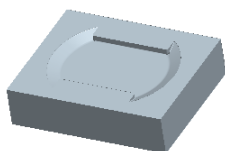
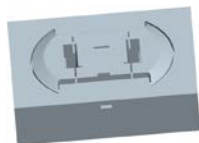

图 27.25 着色后的上半部分体积块
图 27.26 着色后的下半部分体积块
Step2. 选取 PIN_02_BODY 作为要分割的模具体积块;选取 **面组:F11 (PS)** 为分割曲面。
Step3. 在“体积块分割”操控板中单击 **体积块** 按钮,在“体积块”界面中单击 **1** ☒ **体积块_1** 区域,如图 27.25 所示,然后在选中的区域中将名称改为 UPPER_MOLD;在“体积块”界面中单击 **2** ☒ **体积块_2** 区域,如图 27.26 所示,然后在选中的区域中将名称改为 LOWER_MOLD。